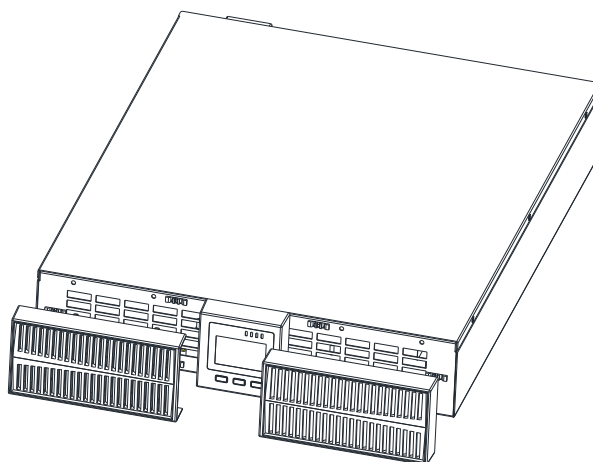

Fig.2-3 Retrait du couvercle avant en plastique
1. Retirez doucement le couvercle de la lunette avant en plastique, comme illustré à la Fig.2-3.